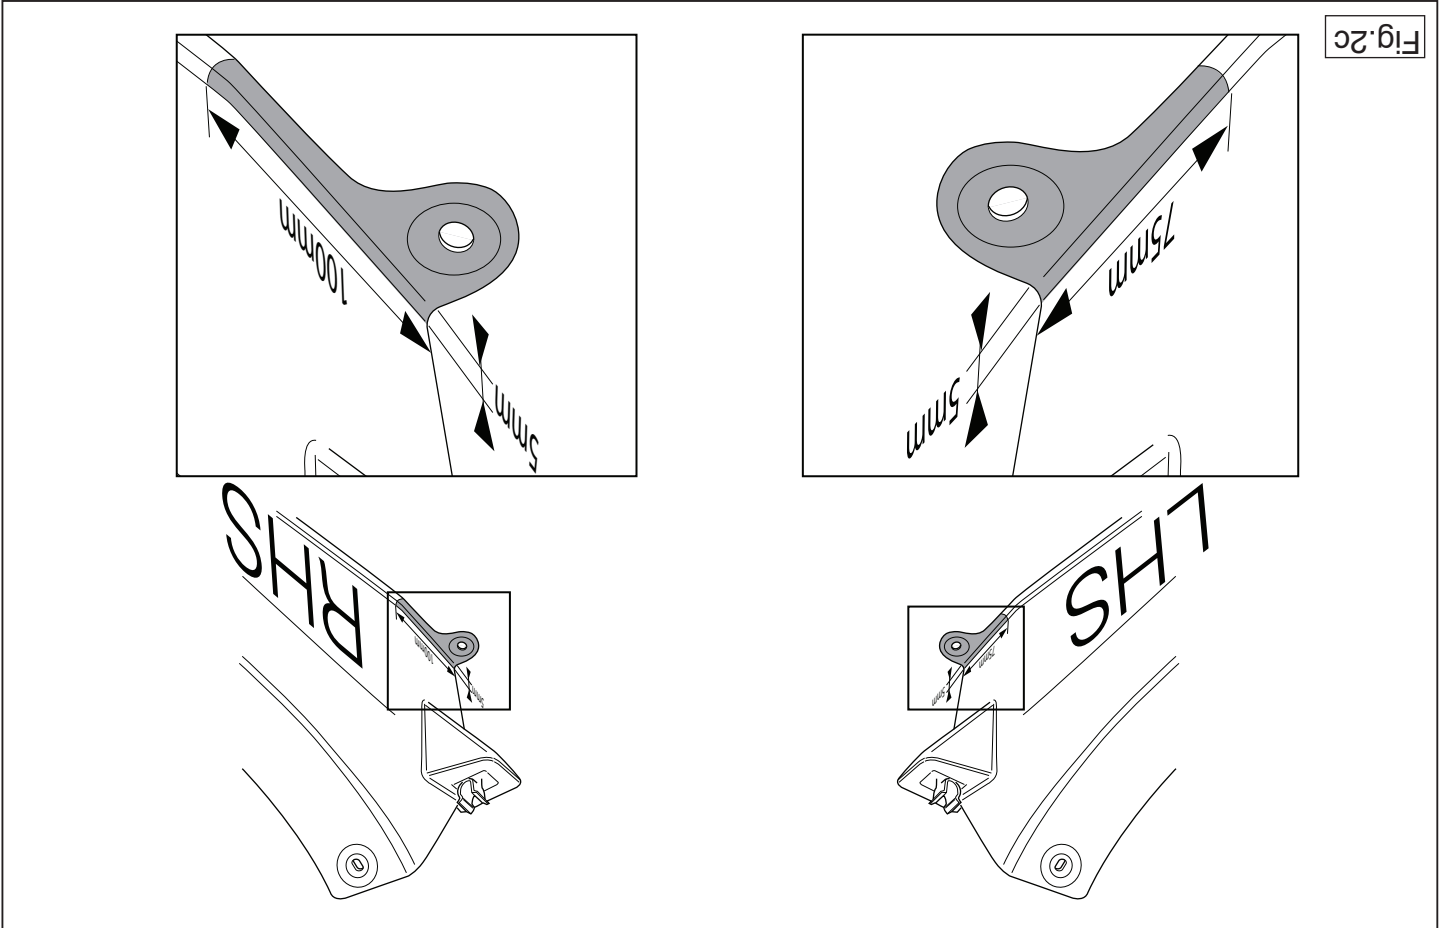

Fig. 2c
**For 08/2007-> versions:** Saw a portion out of the cover plate as shown in figure 2c.
**Pour les modèles 08/2007->:** Scier une partie de la plaque de protection conformément à la figure 2c.